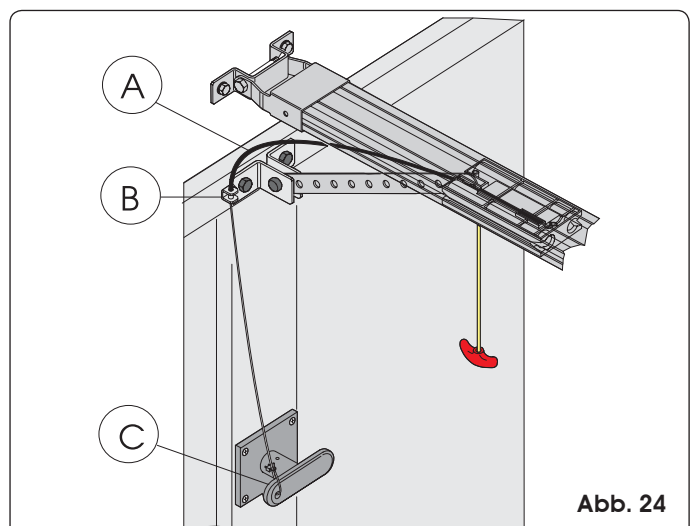

Abb. 24
- 1) Die Ummantelung des Drahts auf Maß abschneiden (Abb. 24 Bez. A).
- 2) Den Draht in die Ummantelung einführen und durch die entsprechende Öse der Befestigung am Tor ziehen (Abb. 24 Bez. B).
- 3) Den Draht auf Maß abschneiden und am internen Hebel des Entriegelungsknaufs befestigen (Abb. 24 Bez. C).